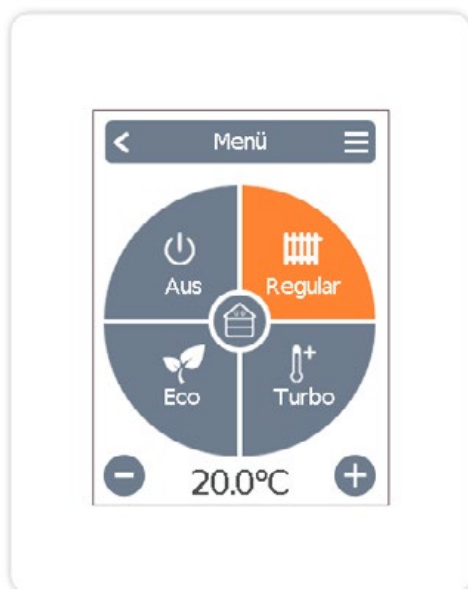

Abb. 8
Um die Kreise, ungemischter ② und gemischter ① besser zu steuern, es wird empfohlen, in jedem Kreislauf einen Caleon Raumthermostat zu installieren (Abb. 8):